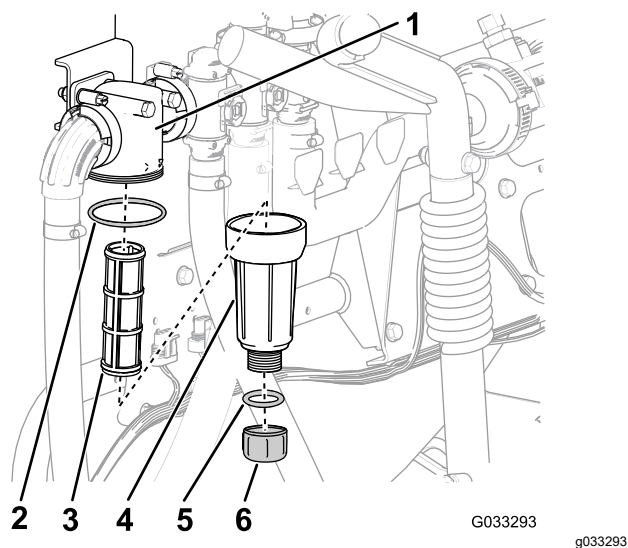

Bild 60
2. Stellen Sie eine Auffangwanne unter den Druckfilter (Bild 60).
3. Drehen Sie die Ablassschraube nach links und nehmen Sie sie von der Glocke des Druckfilters ab (Bild 60).
4. Drehen Sie die Glocke nach links und nehmen Sie sie vom Filterkopf ab (Bild 60).
5. Entfernen Sie den alten Druckfiltereinsatz (Bild 60).
6. Überprüfen Sie den O-Ring für die Ablassschraube (in der Glocke) und den O-Ring für die Glocke (im Filterkopf) auf Beschädigungen und Abnutzung (Bild 60).
7. Setzen Sie den neuen Druckfiltereinsatz in den Filterkopf ein (Bild 60).
8. Befestigen Sie die Glocke am Filterkopf und ziehen Sie sie mit der Hand an (Bild 60).
9. Setzen Sie die Schraube in die Schale ein und ziehen Sie sie mit der Hand fest (Bild 60).